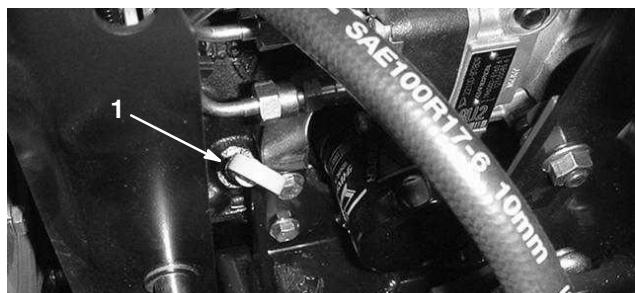

Figure 17
2. Retirez la jauge et essuyez-la sur un chiffon propre (Fig. 17). Remettez la jauge dans le tube en vérifiant qu'elle est enfoncée au maximum. Sortez de nouveau la jauge et vérifiez le niveau d'huile.